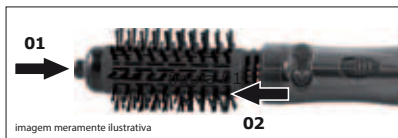

figura 02
- Para retirar o acessório conectado no corpo do aparelho, pressione o botão de encaixe e desencaixe dos acessórios e retire a escova conforme figura 02.